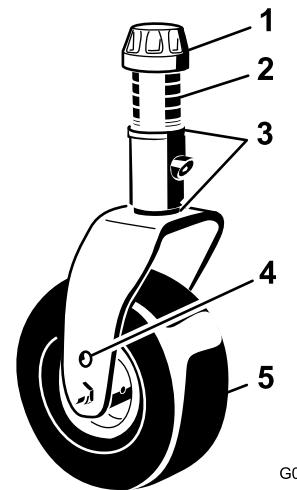

Figura 26
3. Ajuste los suplementos de 3 mm de las horquillas de las ruedas giratorias delanteras hasta que la altura de corte se corresponda con la marca de la pegatina (Figura 26); consulte Ajuste de la inclinación de la carcasa de corte \(página 58\).